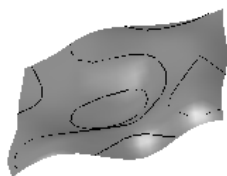

图 6.6.3 补正平面
- 文本框：用于定义补正平面的间隔值。当需要创建不同深度的剖切线时使用此文本框，如图 6.6.3 所示。